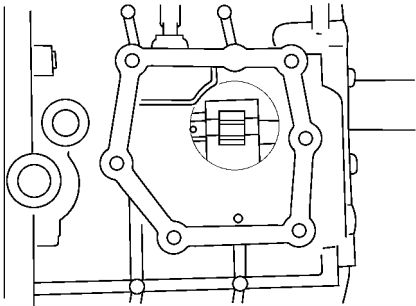

图 10-44 将 2 挡换挡叉、1 挡和 2 挡换挡头及倒挡换挡头置于空挡
1) 将 2 挡换挡叉、1 挡和 2 挡换挡头以及倒挡换挡头置于空挡位置，如图 10-44 所示。